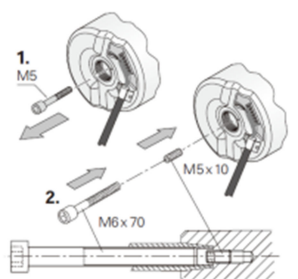

图 10 拧紧涨紧螺栓
在拆卸编码器前务必用内六角扳手松开涨紧圈 M2.5x5 螺栓，并将穿心螺栓拧松（一般拧松两圈左右），然后用 M6 螺栓将编码器顶出。如(P6 图 10)所示。
- 螺栓一定要按(图 10)各力矩进行拧紧，否则会引起编码器的误差，继而使电梯在运行过程中可能会出现飞车、电流偏大等故障；铁环与盖板一定要可靠接触，否则将可能产生干扰；编码器线一定要用线夹固定，否则编码器线可能脱落甚至断裂。